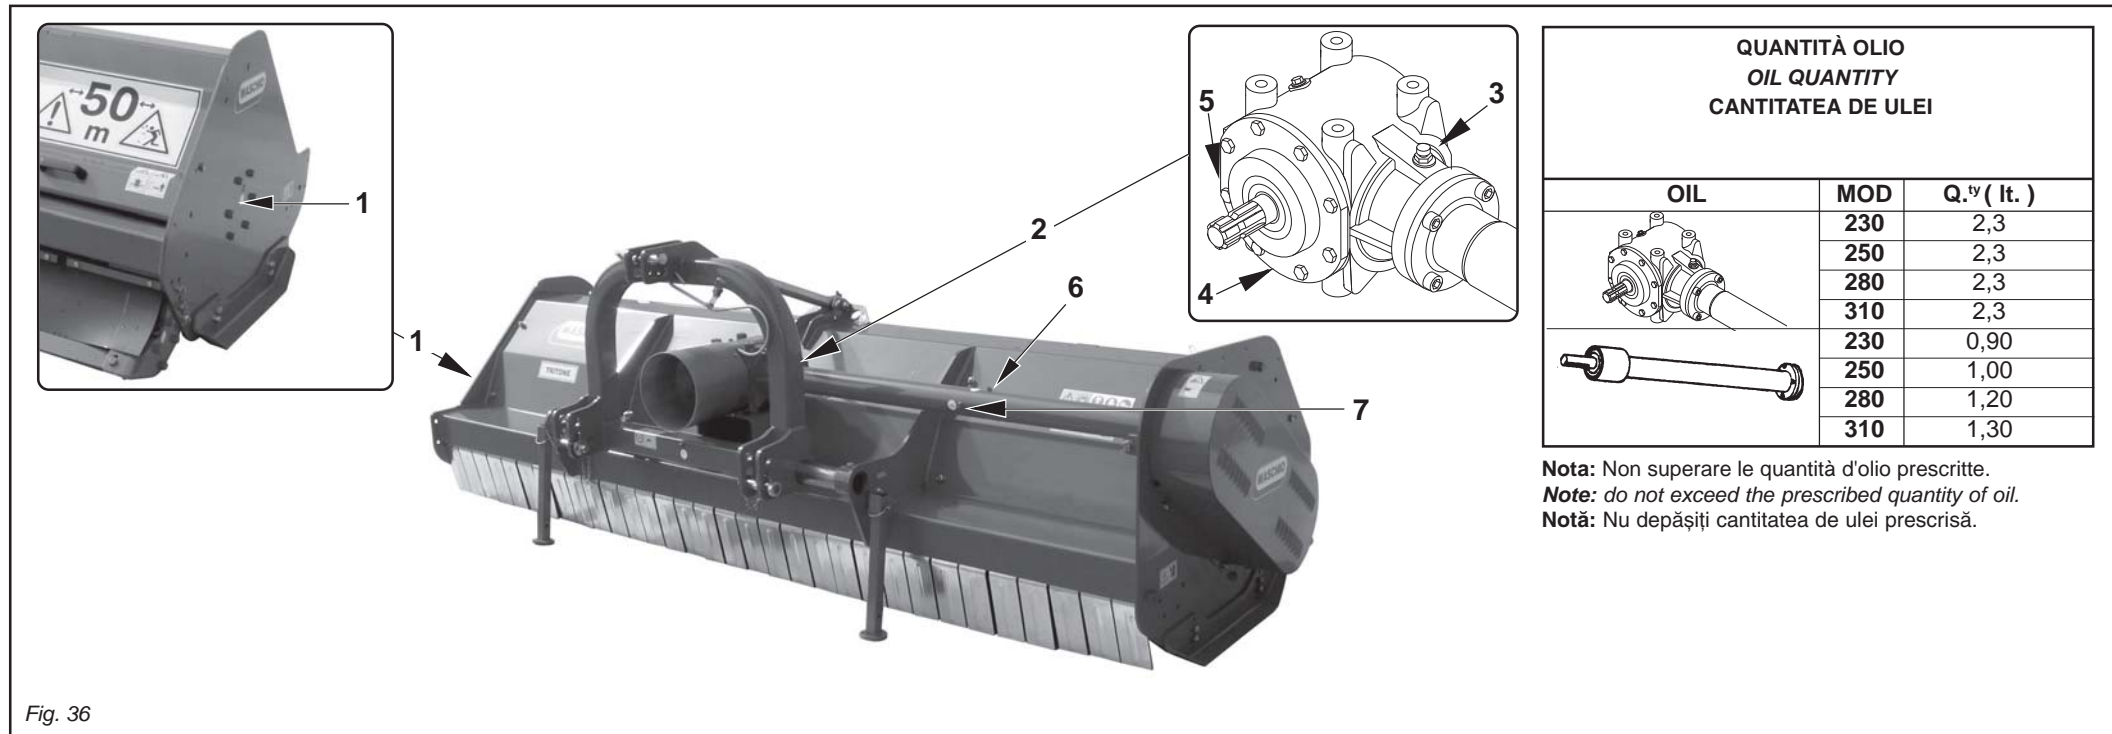

Fig. 36
- Verificare il livello olio nella scatola del moltiplicatore, eventualmente ripristinarlo fino all'altezza del foro di livello (5 Fig. 36).
- Effettuare il cambio completo dell'olio del moltiplicatore, scaricando completamente l'olio dal tappo di scarico posto sotto la scatola moltiplicatore (4 Fig. 36).
- *Check the oil level in the overdrive box, filling it up, if necessary, to the notch on the indicator (5 Fig. 36).*
- *Carry out a complete oil change of the overdrive, discharging all the oil from the discharge cap located below the overdrive box (4 Fig. 36).*
- Verificați nivelul uleiului din cutia moltiplicatorului, eventual completați-l până la nivel (5 Fig. 36).
- Efectuați schimbul complet de ulei din moltiplicator, golind complet uleiul prin orificiul de golire de sub cutia moltiplicatorului (4 Fig. 36).